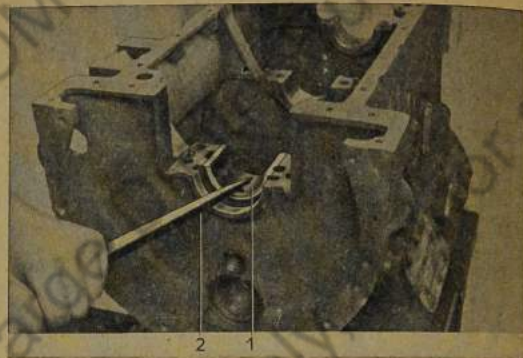

Bild 118: Lagerschale mit Polierschaber glätten
11. Die fertig eingeschabten Lagerschalen mit Polierschaber glätten (Bild 118).